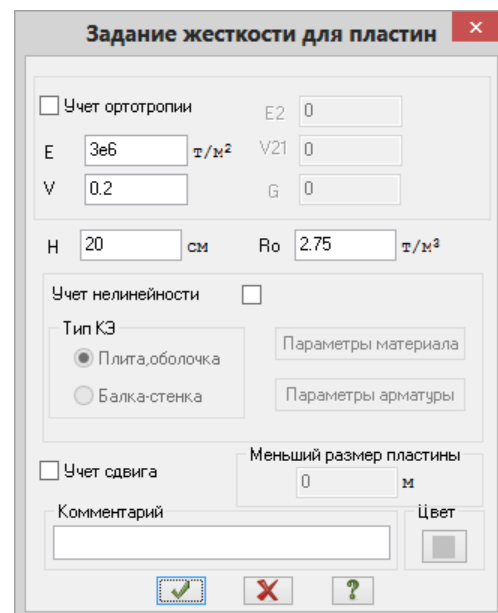

Рис.4.14. Диалоговое окно **Задание жесткости для пластин**
- В окне **Задание жесткости для пластин** (рис.4.14) задайте параметры сечения **Пластины** (для плиты перекрытия):